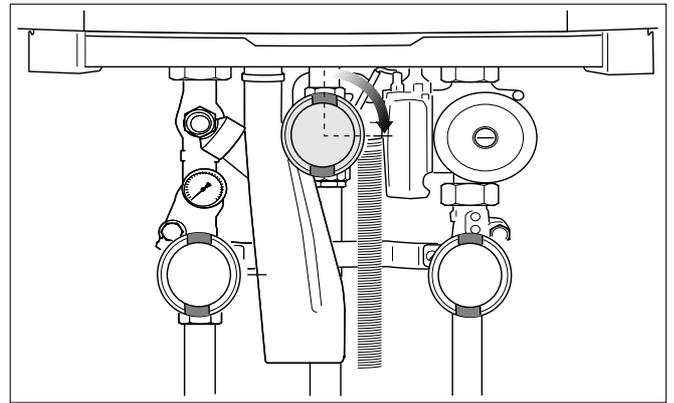

Fig. 57 Chiudere il rubinetto del gas
- Chiudere il rubinetto del gas (fig. 57).
- Quando non fuoriesce più aria, chiudere il rubinetto del gas (fig. 57).